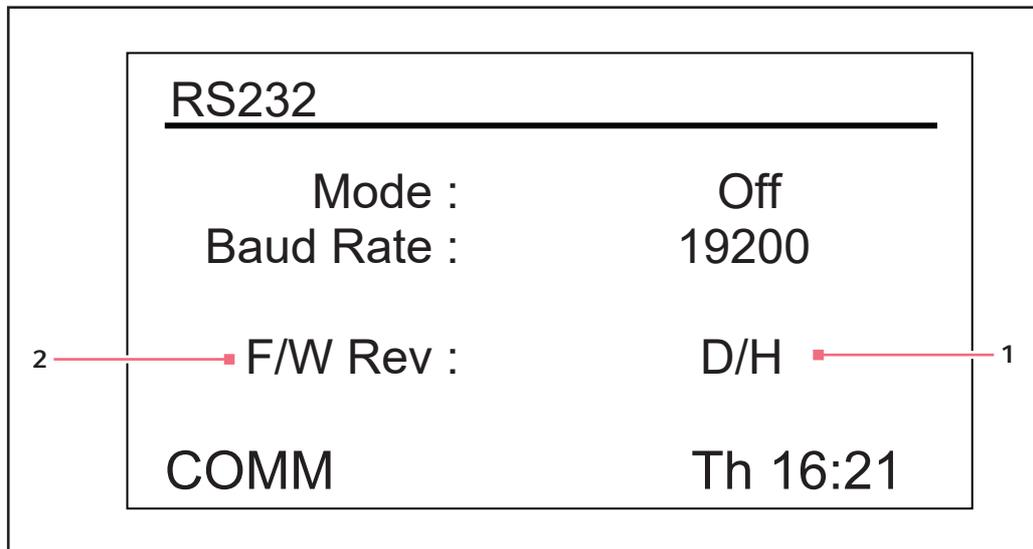

Fig. 9-7: Écran RS232
Cet écran (voir Fig. 9-7 à la page 57) est utilisé uniquement si vous avez connecté un PC au port RS-232 (voir *Interfaces du logiciel à la page 39*). Vous pouvez sélectionner ici le *Mode* du port RS-232 et le *Baud Rate* (débit en bauds) qui convient à votre PC.
1. Tourner le bouton de commande pour sélectionner le réglage actuel (*Off* sur l'exemple d'écran, (voir Fig. 9-7 à la page 57)), puis cliquer sur le bouton.
l'exemple d'écran, (voir Fig. 9-7 à la page 57)), puis cliquer sur le bouton. à la page 57).
- Tourner le bouton de commande pour sélectionner le réglage actuel (19200 dans l'exemple d'écran, (voir Fig. 9-7 à la page 57)), puis cliquer sur le bouton.